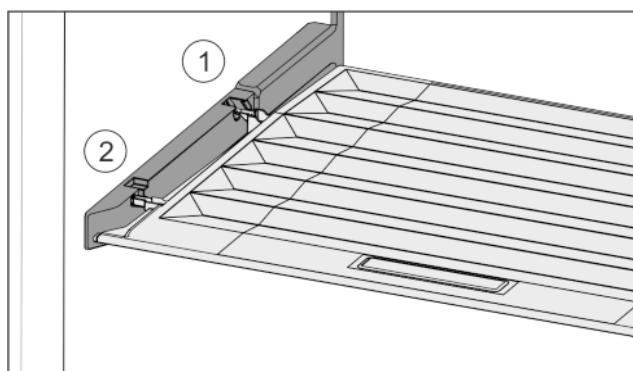

Fig. 31
- Пъхнете шийките на капака през отвора в задния държач Fig. 31 (1) и фиксирайте отпред в държача Fig. 31 (2).